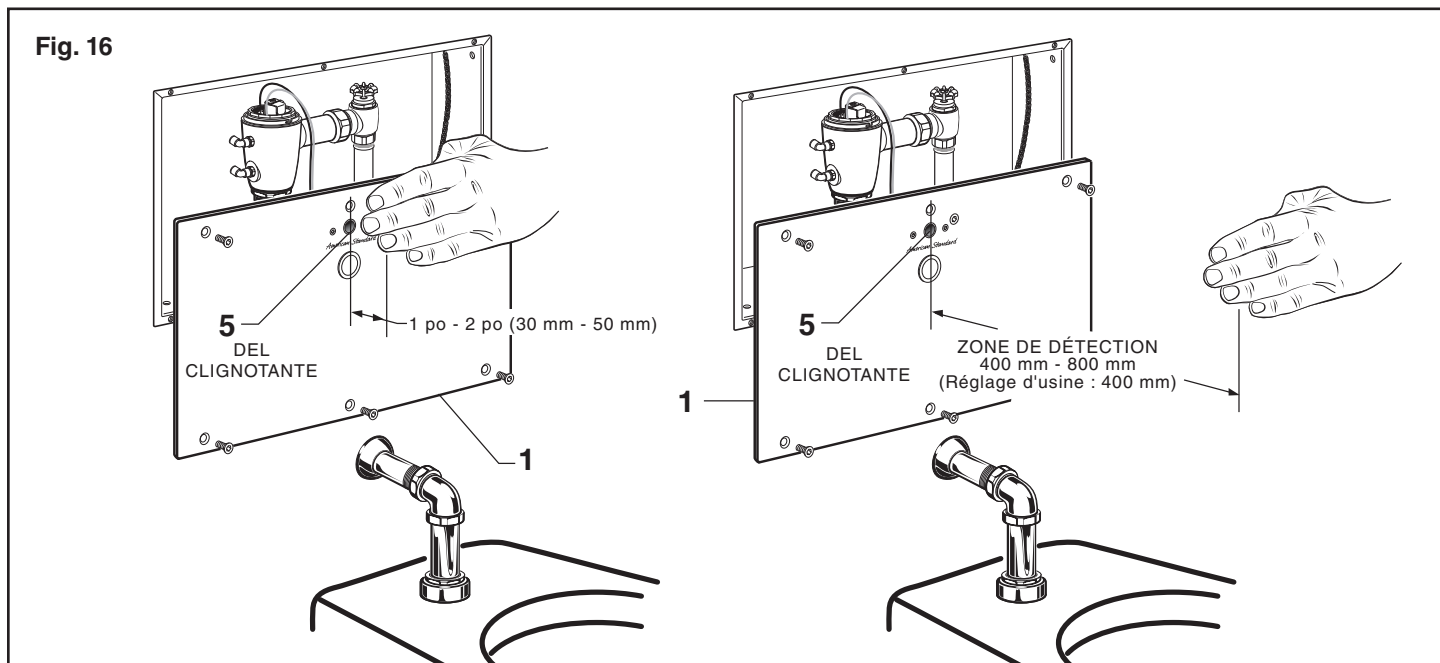

Fig. 16
1. Enlever la PLAQUE DE COUVERTURE (1). Voir le Pas un pour enlever des instructions de comité de devant.
2. Débranchez les CÂBLES DU CAPTEUR (2) du PORTE-BATTERIE (3) ou du CÂBLE D'EXTENSION DE 27 PO DE L'ALIMENTATION ÉLECTRIQUE (4). Fig. 16.